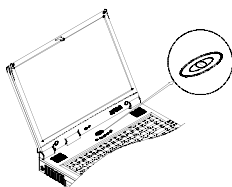

Bild 1-4
4. Drücken Sie den Netzschalter, um das System an- oder auszuschalten. (Bild 1-4).
Verwenden Sie diesen Schalter, um das System ein- oder auszuschalten (Bild 1-4). Nach korrekter Konfiguration unter SCU können Sie diese Taste als Suspend/Wiederaufnahme-Hotkey verwenden (lesen Sie hierzu Kapitel 3: BIOS-Hilfsprogramme, Strommenü für mehr Information).